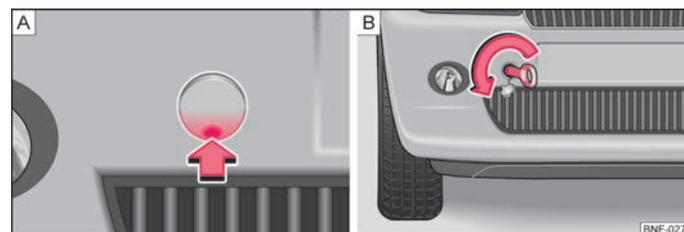

Abb. 112 Vorderer Stoßfänger: Abdeckung / Einbau der Abschleppöse
- Drücken Sie auf den unteren Bereich der Abdeckung (Pfeil) ⇒ Abb. 112 - [A], um die Verrastung der Abdeckung zu lösen.
- Schrauben Sie die Abschleppöse von Hand in Pfeilrichtung bis zum Anschlag ein ⇒ Abb. 112 - [B]. Für das Festziehen empfehlen wir, z. B. den Radschlüssel, die Abschleppöse eines anderen Fahrzeugs oder einen ähnlichen Gegenstand zu verwenden, den Sie durch die Öse stecken können.